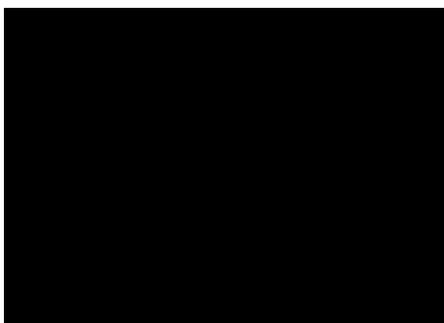

图 6-15 两面印刷阻焊油墨的 PCB
(3) 将整板的两面通过丝印覆盖上阻焊油墨后，固定在框架中，再通过低温烘烤至半固化状态（见图 6-15）。